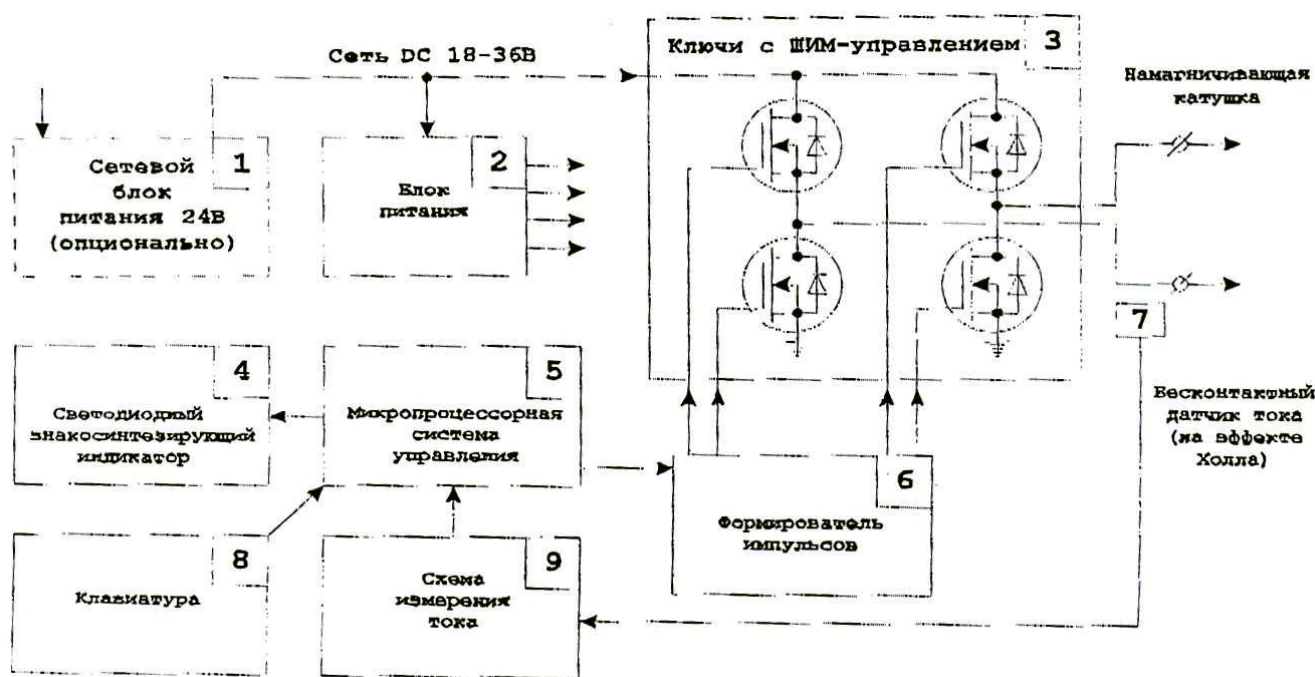

Рисунок 4.1 Электрическая блок-схема модуля МД-Э
Устройство имеет вход питания на напряжения (18-36) В (см.рис.4.1). Его можно запитать от поставляемого в комплекте сетевого блока питания на 24 В (1) или внешней сети постоянного тока с указанным напряжением.